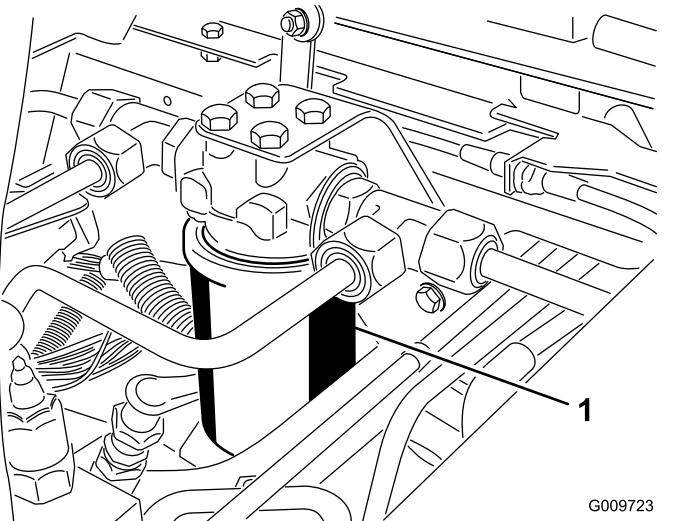
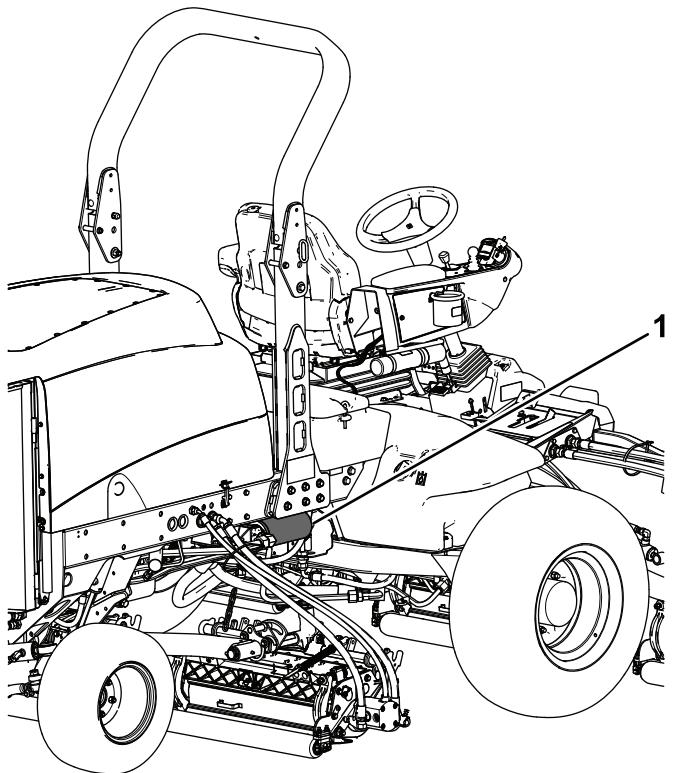

Bild 103
Bild 104
3. Stellen Sie eine Auffangwanne unter den Filter (Bild 103 und Bild 104) und entfernen diesen.